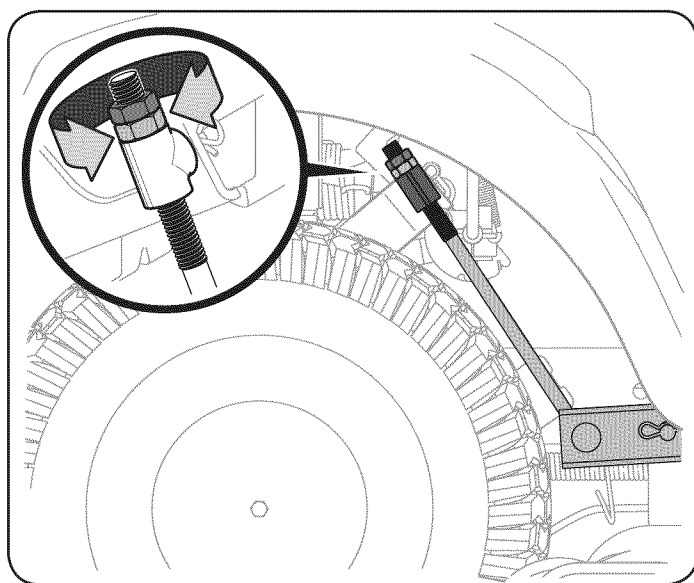

Figura 20
- c. Saque el tornillo hexagonal que asegura la varilla guardapoleas del motor al chasis. Vea la Figura 20.
- d. Deslice la varilla hacia la derecha para sacarla. Vea la Figura 20.
- c. Trabajando en el lado derecho del tractor, inserte una llave de trinquete de 3/8", regulada para ajustar, en el orificio cuadrado del soporte intermedio. Vea la Figura 20.
2. Utilice la llave para girar hacia adelante la polea de transmisión de la plataforma. Vea la Figura 20.